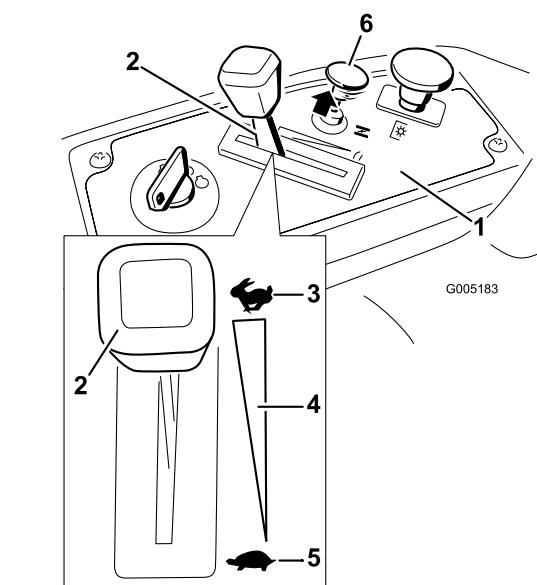

Figura 11
3. Tirate verso l'alto il comando dello starter prima di avviare il motore a freddo (Figura 11).
3. Girate la chiave di accensione in posizione Off (Figura 11).